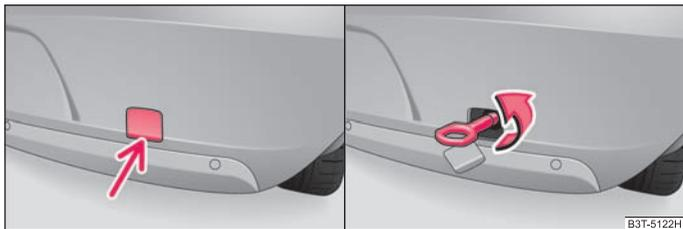

Abb. 204 Hinterer Stoßfänger: Ausbau der Abdeckung / Einbau der Abschleppöse
- Drücken Sie auf den unteren Teil der Abdeckung im hinteren Stoßfänger ⇒ Abb. 204 - links und nehmen Sie diese heraus.
- Schrauben Sie die Abschleppöse nach links bis zum Anschlag ein ⇒ Abb. 204 - rechts und ziehen Sie diese so fest wie möglich an. Für das Festziehen empfehlen wir z. B. den Radschlüssel*, die Verzurröse eines anderen Fahrzeugs oder einen ähnlichen Gegenstand zu verwenden, den Sie durch die Öse stecken können.